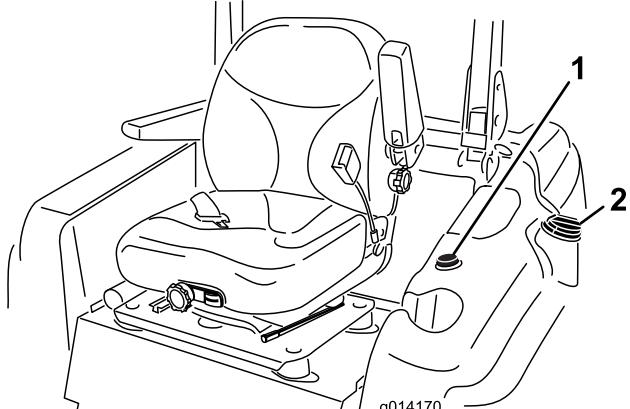

図 9
- 燃料タンクのキャップの周囲をきれいに拭いてからキャップを取る（図 9）。